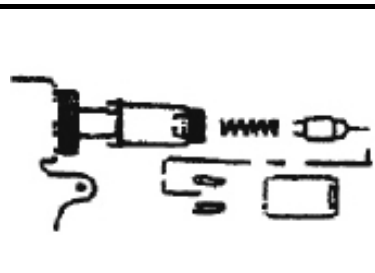

Fig.7
3. Use la llave para abrir la tapa (Fig.7).